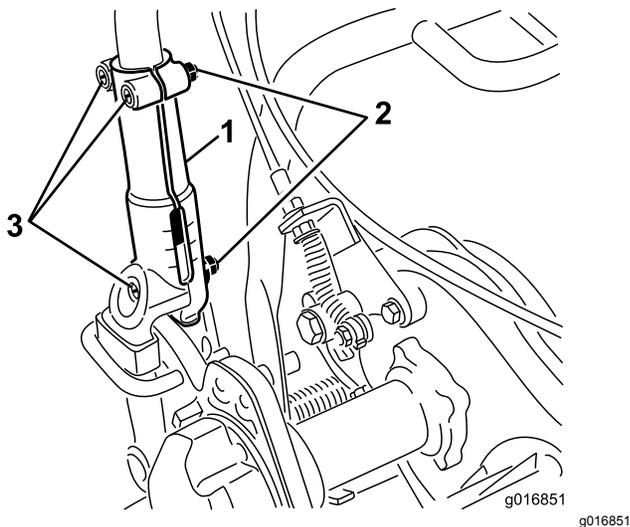

Рисунок 26
1. Ослабьте 3 каретных болта и гайки, которые фиксируют в зажимах каждую сторону рукоятки (Рисунок 26).